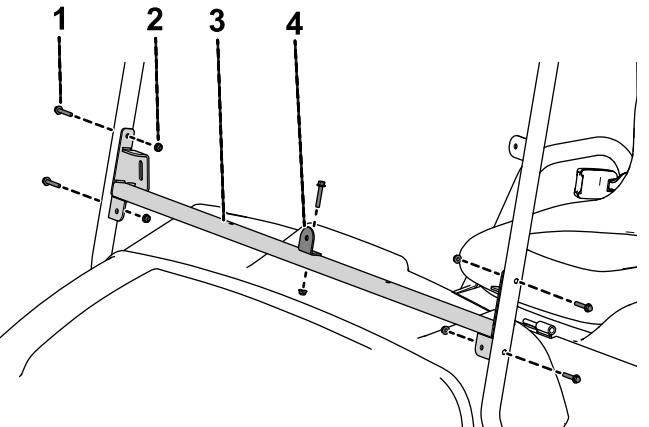

图 61
1. 用 1 个六角头凸缘螺栓  $\frac{1}{4} \times 1\frac{1}{2}$  英寸 和 1 个螺母  $\frac{1}{4}$  英寸 将风挡支架固定到风挡支撑组件上 图 61。
2. 用 4 个六角头凸缘螺栓  $\frac{1}{4} \times 1\frac{1}{2}$  英寸 和 4 个螺母  $\frac{1}{4}$  英寸 将风挡支撑组件固定到左、右风挡支撑上 图 61。